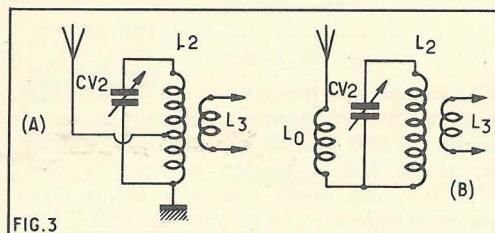

FIG.3
La figure 3 montre ces variantes en (A) et (B). L'extrémité de L₂ sera alors débranchée de la ligne + 15 V et mise à la masse.